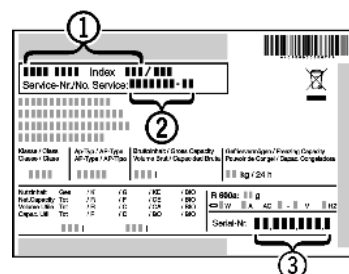

Fig. 10
- ▶ A készülék megnevezését Fig. 10 (1), a szerviz- Fig. 10 (2) és sorozatszámot Fig. 10 (3) a típustábláról olvassa le. A típustábla a készülék belsejében baloldalon található.
- ▶ Érttesítse a vevőszolgálatot a hibáról, és adja meg nekik a készülék megnevezését Fig. 10 (1), a szerviz- Fig. 10 (2) és a sorozatszámot Fig. 10 (3).